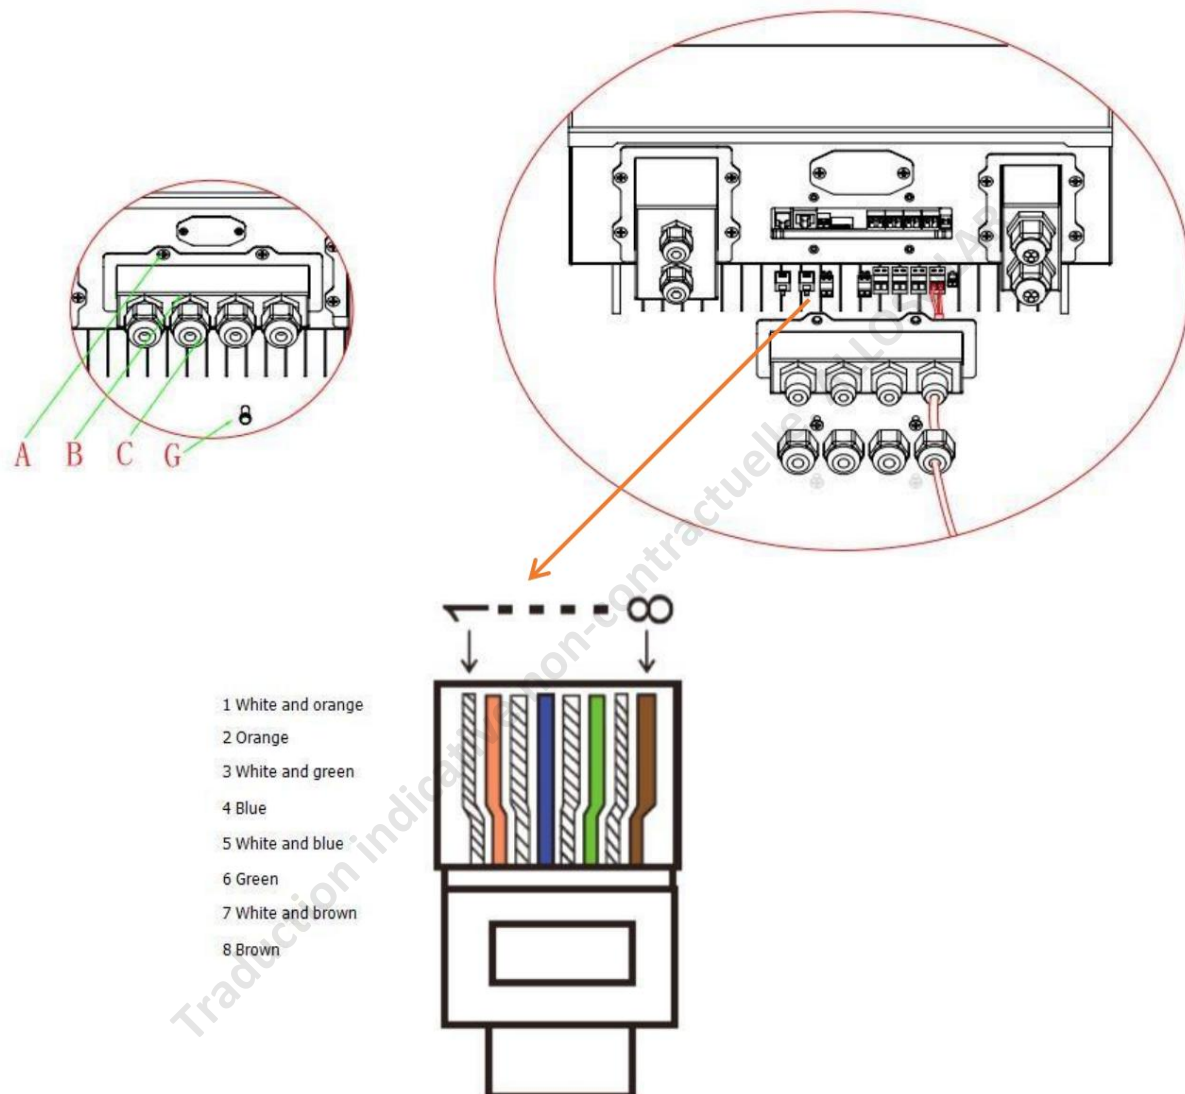

Fig. 7 Connexion de l'interface logique de l'onduleur
Étape 1 : Desserrez les 4 vis (A) à l'aide d'un tournevis (fig. 7) ;
Étape 2 : retirez le couvercle étanche (B), desserrez le presse-étoupe (C), puis retirez le bouchon (G) ;